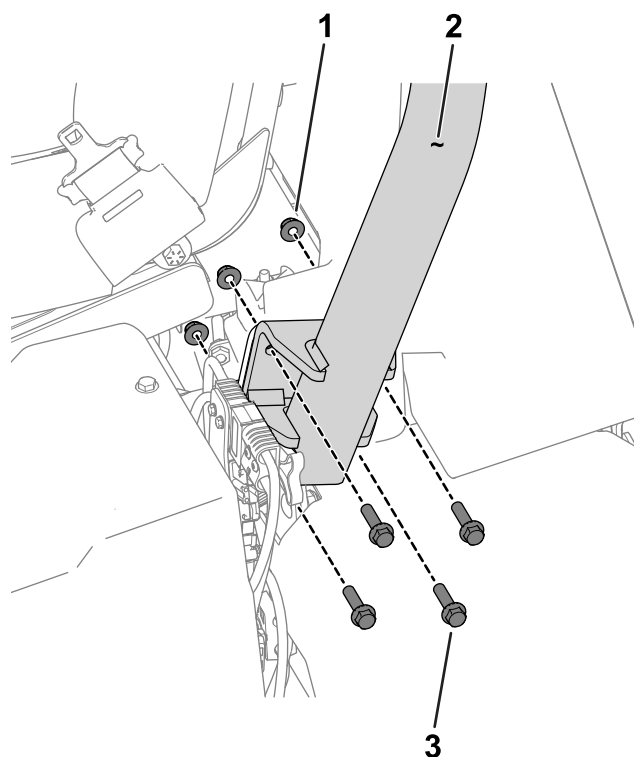

Figura 3
3. Utilize oito parafusos de cabeça sextavada ( $\frac{3}{8}$  x  $1\frac{1}{2}$  pol.) e oito porcas ( $\frac{3}{8}$  pol.) para prender a barra de segurança aos suportes da barra de segurança em cada lado da máquina (Figura 3).